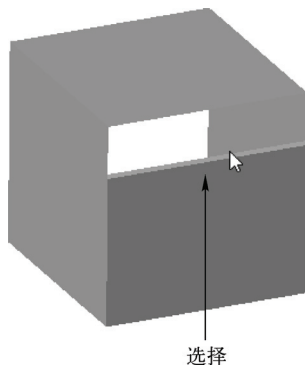

图 10-33 选择合适的曲线
STEP 02 在绘图区中选择合适的曲线，如图 10-33 所示。